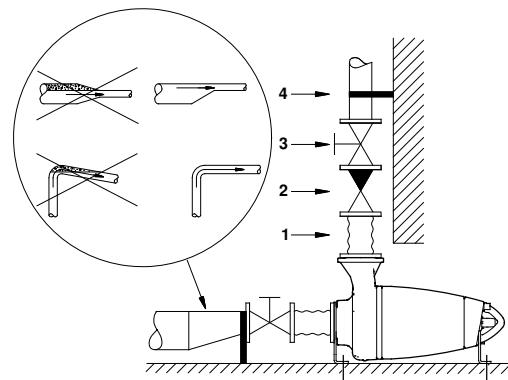

Рис. 5 Сухая установка на опорах в горизонтальном положении
- Трубопровод должен быть на опорах, чтобы на него не передавалось напряжение или иные механические воздействия. Рекомендуется использовать вибровставки и хомуты для подвешивания труб. См. рис. 5.
• Если при установке в горизонтальном положении насос соединяется со всасывающим трубопроводом с помощью переходника, то последний должен быть эксцентриковым. Во избежание воздушных пробок в линии всасывания его устанавливают конусной частью вниз и меньшим диаметром в сторону насоса. Воздух во всасывающем трубопроводе может вызвать кавитацию. См. рис. 5.